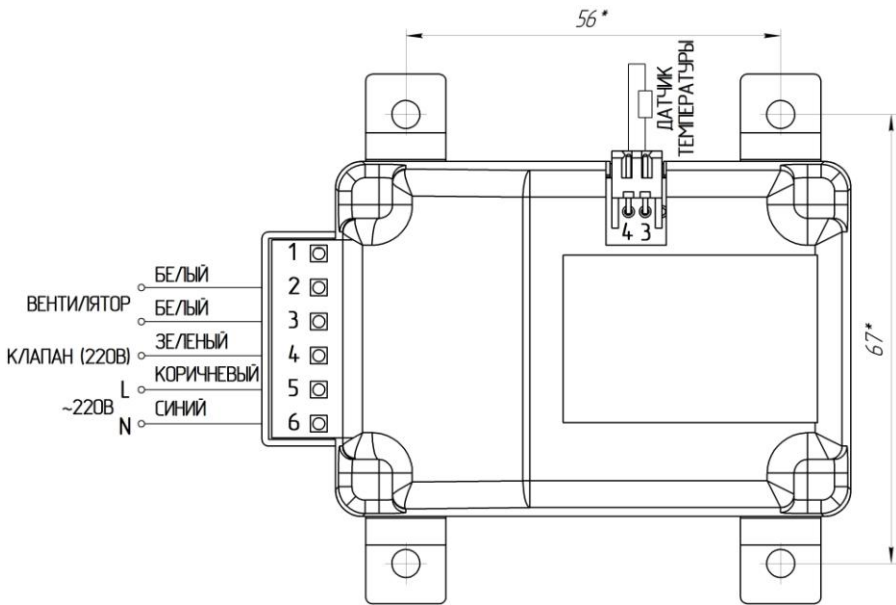

Рис.2. Схема подключения.
6.3. Подсоединить электропровода согласно блок-схеме (рис. 2.).